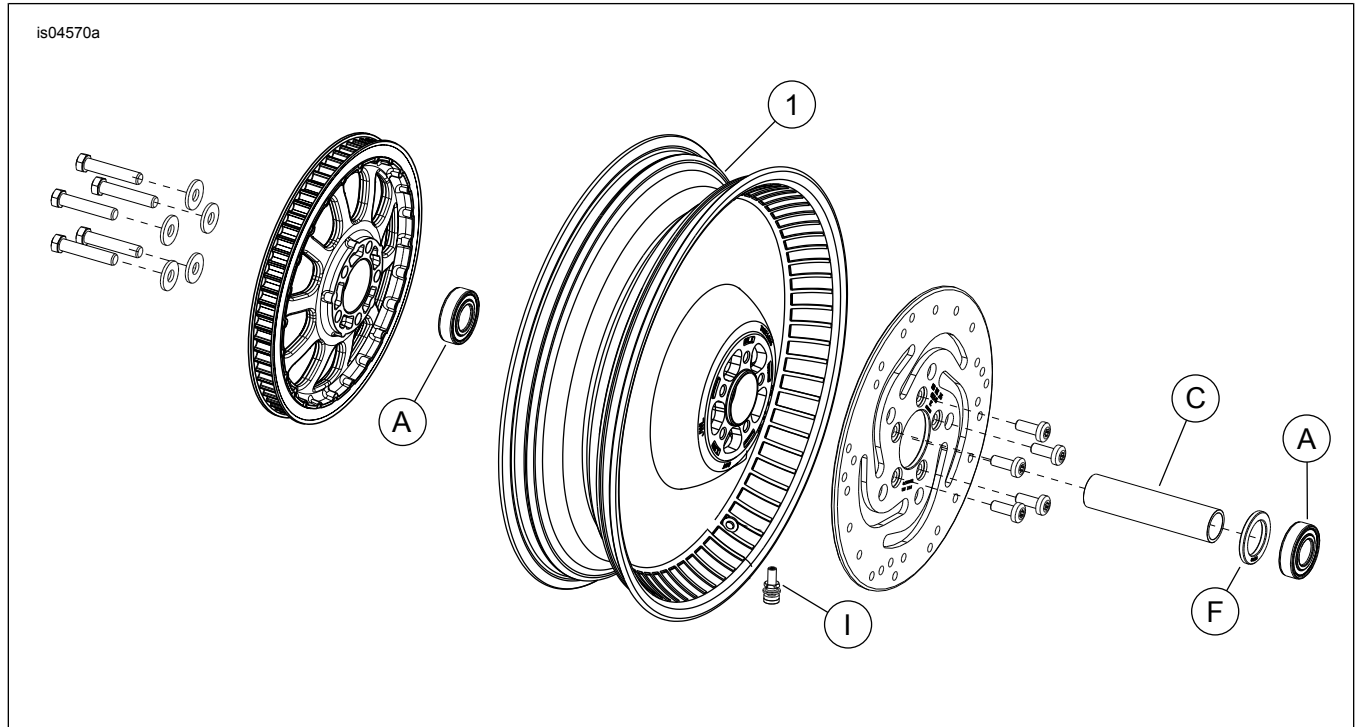

Abbildung 1. Ersatzteile: „Deuce“-Hinterräder
Siehe Abbildung 1 und Ersatzteiletabellen.
2. Siehe Abbildung 1. Die Ventilschaft-Baugruppe (I) am Rad anbringen. Siehe REIFEN im Werkstatthandbuch.